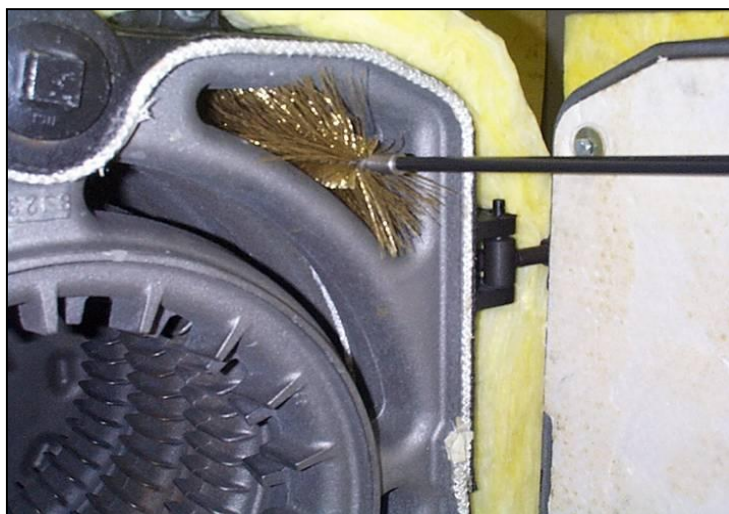

Рисунок 8-1
2. Надеть щетку (101) на ручку (102), выгresti щеткой из камеры горения (1, 2 и 3 переходы) нагар и отложения (рис.8-1).